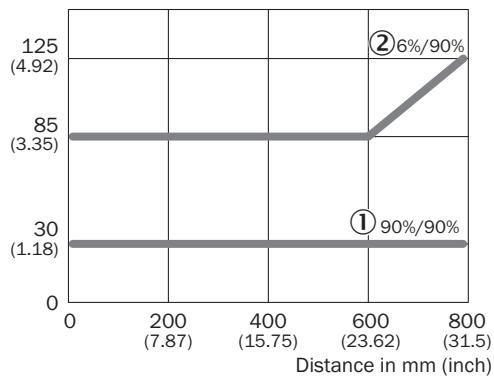

Figura 32: Distanza minima dell'oggetto rispetto allo sfondo
5. Distanza di lavoro e distanza dall'oggetto e rispetto del capacità di riflessione dell'oggetto. v. figura 32, pagina 90